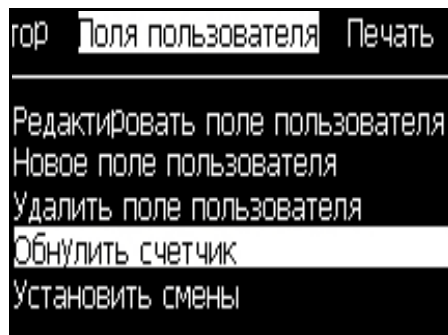

Рисунок 5-30: Выберите счетчик для сброса показаний
- 2 Выберите опцию “*Reset Counter*” (сбросить показания счетчика) (смотрите Рисунок 5-30).